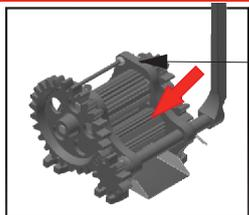
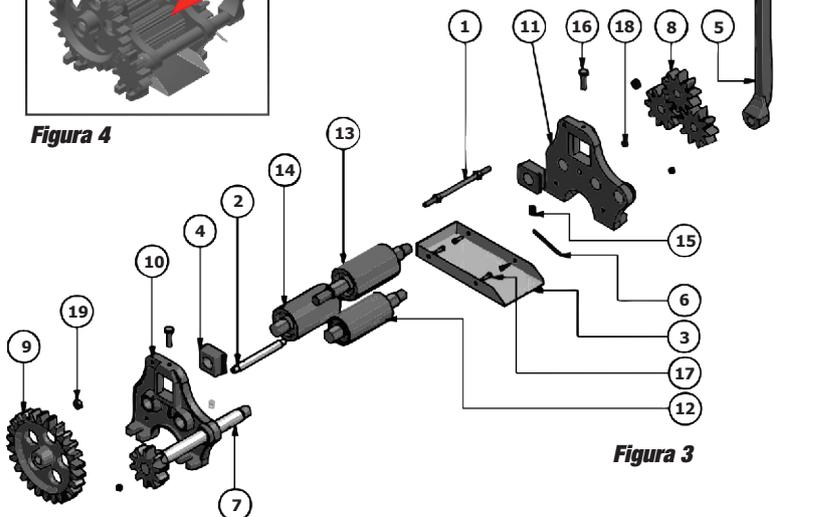

Figura 4
Figura 3
- Proceda com a montagem do cabo (5) do engenho conforme seqüência da figura 3.
- Ajuste a abertura entre as moendas (14, 13 e 12) através dos parafusos de regulagem (16).
- Posicione a cana na abertura ajustada conforme figura 4 e gire o cabo (5) para iniciar a extração do caldo.